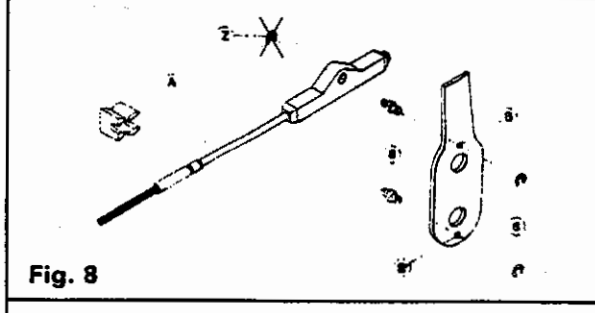

Fig. 8
**INSTALLAZIONE CON KIT DI CONNESSIONE K25 (Fig. 8)**
Inserire l'adattatore A nell'apposita sede sulla semiscatola (Fig. 8).